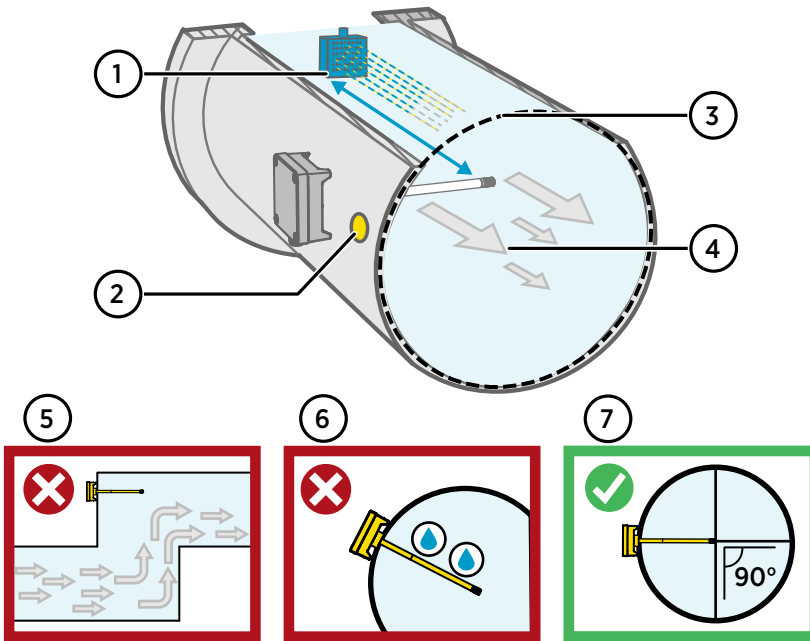

Abbildung 15 Übersicht zur Leitungsinstallation
4. Optional: Bohren Sie ein zweites Loch für Referenzmessungen ca. 30 cm von der Einbaubohrung des Messwertgebers entfernt. Siehe Abbildung 15 \(Seite 26\).